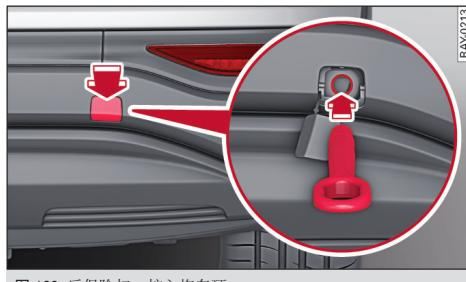

图 139 后保险杠：拧入拖车环
- ▶ 短促有力地向内按封盖 \Rightarrow 图 139。封盖从保险杠上自行脱开。